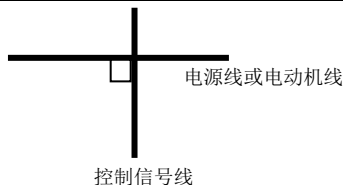

图 3-20 系统配线要求
- (2) U、V、W 端子三根电机线尽量置于金属管或金属布线槽内。
- (3) 一般控制信号线应采用屏蔽电缆，屏蔽层与变频器 PE 端相连后，以靠近变频器侧单端接地。
- (4) 变频器 PE 端接地电缆必须直接与接地板相连，不得借用其它设备接地线接地。
- (5) 强电电缆（R、S、T、U、V、W）不得与控制信号线平行近距离布线，更不能捆扎在一起，须保持 20~60 厘米（与强电电流大小有关）以上的距离。如果要相交，则应相互垂直穿越，如图 3-20 所示。
- (6) 强电接地线必须与控制信号和传感器等弱电接地线分别独立接地。
- (7) 禁止在变频器电源输入端(R、S、T)上连接其它用电设备。